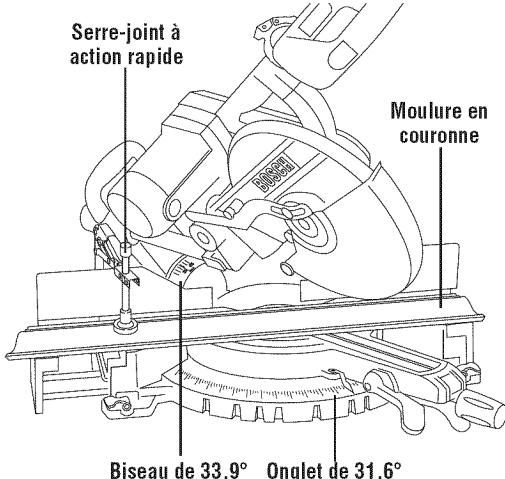

Figure 35. Moulure en couronne reposant à plat
2. Pour les coins à 90°, réglez les angles d'onglet et de biseau en vous aidant des tableaux ci-dessous. Serrez le bouton de blocage de l'onglet et le bouton de blocage du biseau (Figure 35).